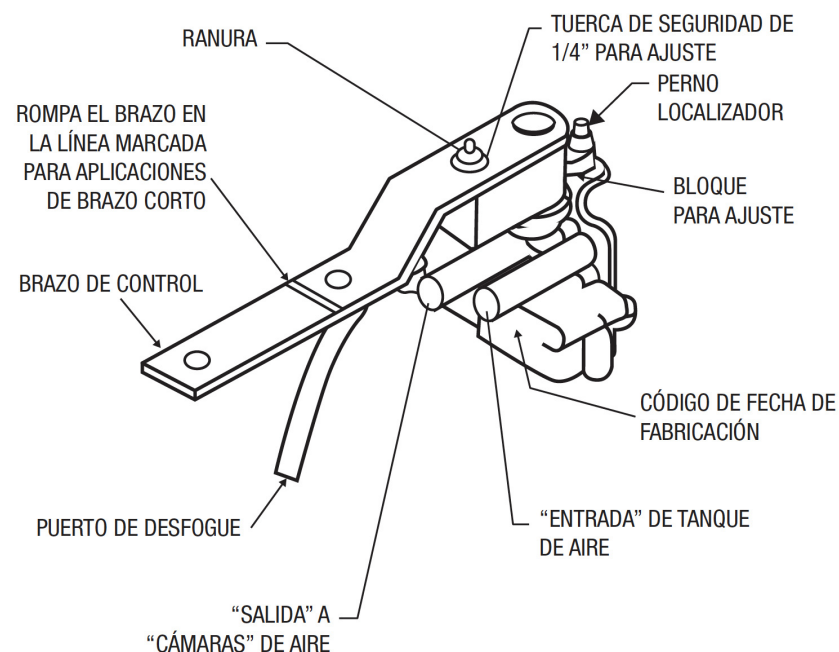

Figura 15
1. La mayoría de las suspensiones de aire Hendrickson son embarcadas con el soporte de la válvula de control de altura pre ensamblado a la orilla de la percha. Verifique los requerimientos apropiados de la longitud de la palanca de control y ajuste correctamente (la palanca corta interrumpe o suspende el abastecimiento en la marca, **(Ver Figura 15)**). Revise la tornillería de sujeción de la válvula de control de altura y el soporte universal HT antes de apretar.
3. El orificio de salida localizado al frente en el cuerpo de la válvula debe estar siempre conectado a las cámaras de aire (*Ver Figura 15*). La tubería debe tener el diámetro de acuerdo a las conexiones de la válvula. (1/4" D.E. ó 3/8" D.E.)
4. El orificio de salida localizado detrás del cuerpo de la válvula debe utilizarse con la conexión al tanque de abastecimiento (*Ver Figura 15*). La tubería del sistema debe tener el diámetro de acuerdo a las conexiones de la válvula. (1/4" D.E. ó 3/8" D.E.)
5. Un perno localizador de plástico está incluido con la válvula de control de altura para ayudar a simplificar la instalación y el ajuste de la altura de manejo. (*Ver Figura 15*)